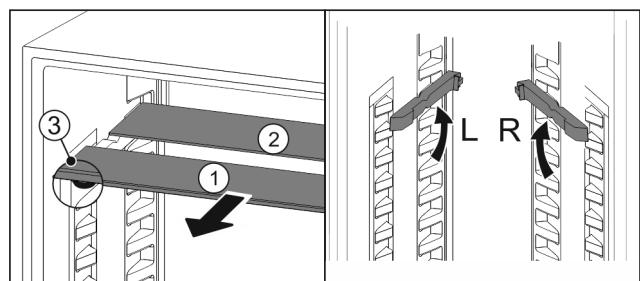

Fig. 131
- Steklene plošče posamično izvlecite Fig. 131 (1) naprej.
► Steklena plošča Fig. 131 (1) z okrasno letvijo je spredaj.
► Zaustavljalniki Fig. 131 (3) so obrnjeni navzdol.